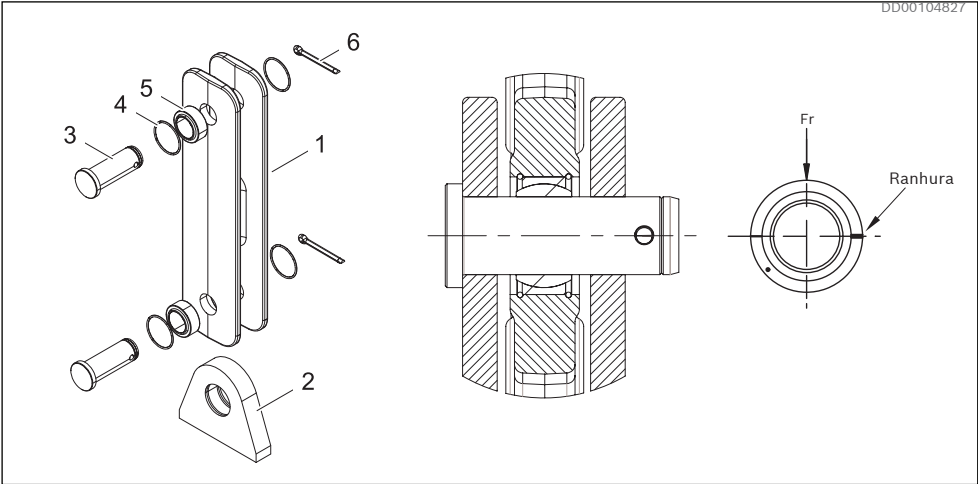

Fig. 16: Princípio da conexão articulada para TC A
- ▶ A conexão articulada e o mancal liso esférico (1) devem ser desmontados durante a soldagem. Consulte Fig. 16
- ▶ Aço: EN 10025-3 – S355N (1.0545), deverá ser protegido contra corrosão após a soldagem (2).
- 1. O rolamento (5) deve ser montado por meio de uma bucha de fixação ou tubo aplicado no anel externo do rolamento.
- 2. O rolamento deve ser montado com a ranhura no anel externo perpendicular à direção da carga. Consulte *Fig. 16*
- 3. Trave os rolamentos com os anéis de trava (4)
- 4. Monte o restante dos componentes conforme a *Fig. 16*